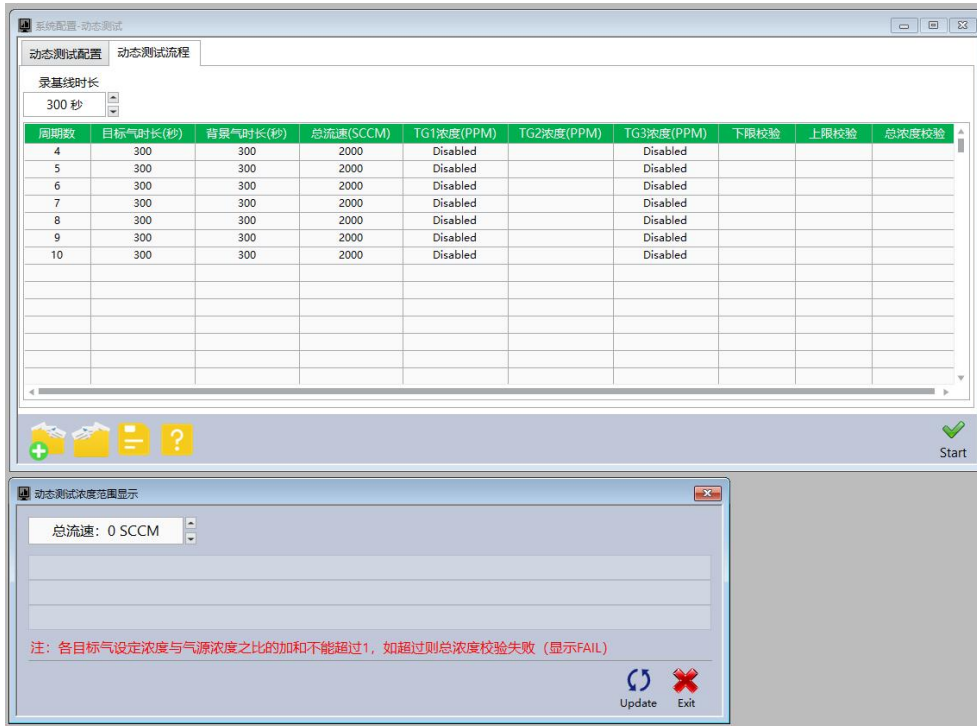

图 12
(1) 单击左下角“帮助-浓度范围”按钮，可获取每个流速下能设定的浓度范围。单击后，会弹出如图 12 所示界面。